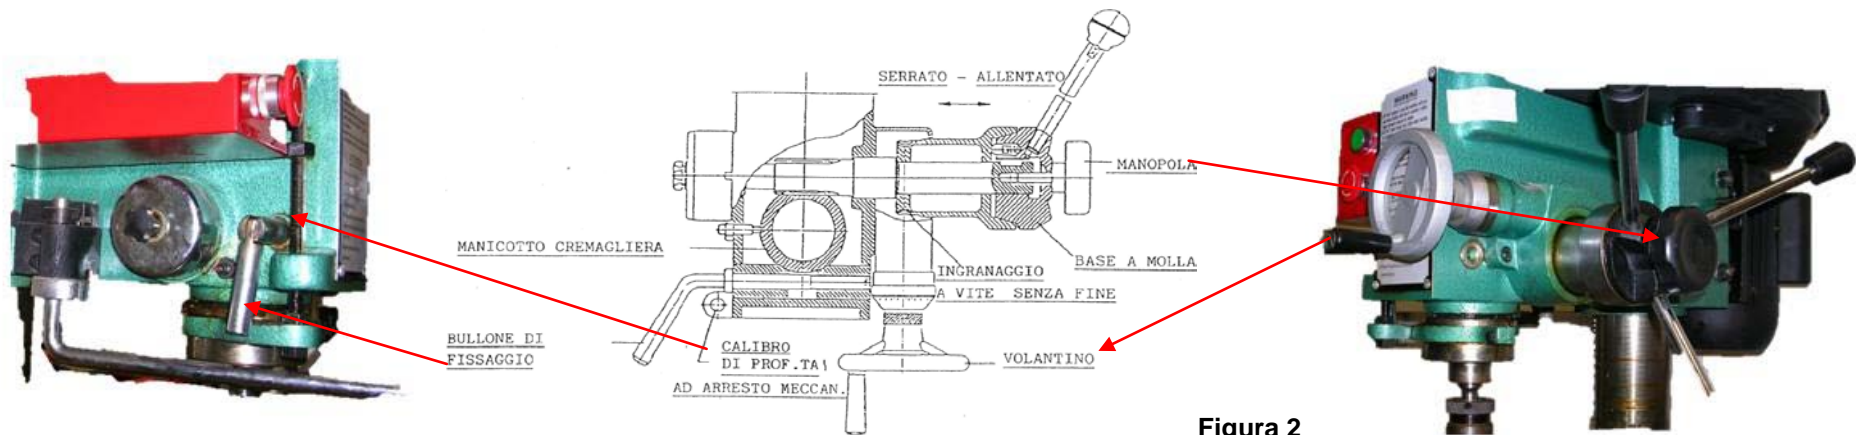

Figura 2
1. Descargolar la maneta (manopola, figura 2) per aflluixar el cos del con del cargol sense fi de la base.
2. Cargolar la maneta (manopola, figura 2) acoblant així el cargol sense fi a la base. Girar després el volant (volantino, figura 2) per a la regulació micromètrica de l'eina a l'alçada de treball desitjada.